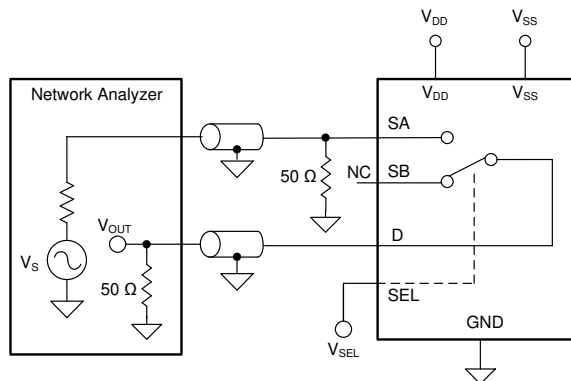

図 7-9. オフ絶縁測定時の設定
オフ絶縁は、 $1-V_{RMS}$ 信号がオフチャネルのソースピン (SA または SB) に適用される時、TMUX6119 のドレインピン (D) での電圧として定義されます。図 7-9 に、オフ絶縁の測定に使用する設定を示します。式 2 を使用して、絶縁からの補正を計算します。